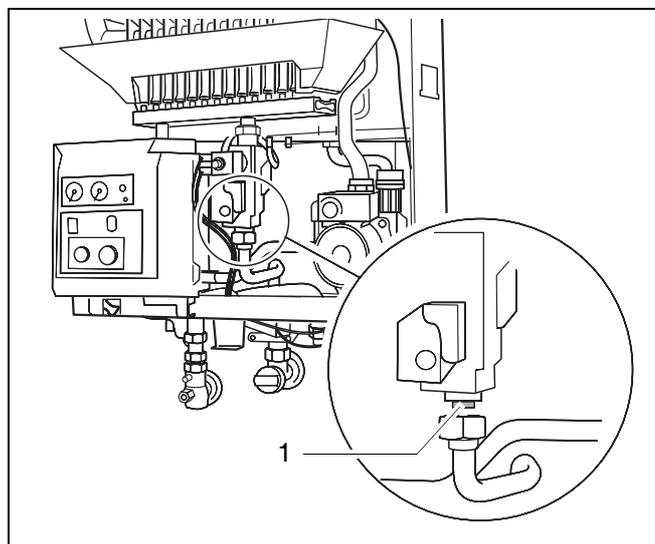

Fig. 48 Rimuovere l'ugello
- Rimuovere l'ugello (in caso di trasformazione a gas liquido) al di sotto del bruciatore a gas dal tubo del gas (fig. 48, pos. 1).